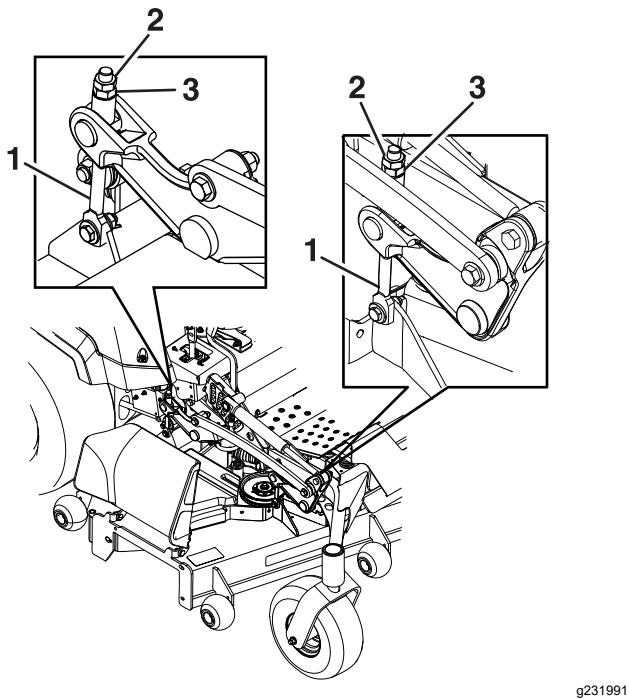

Bild 84
9. Drehen Sie die Einstellmutter am Frontmähwerkshub, um eine genaue Einstellung zu erreichen (Bild 84).